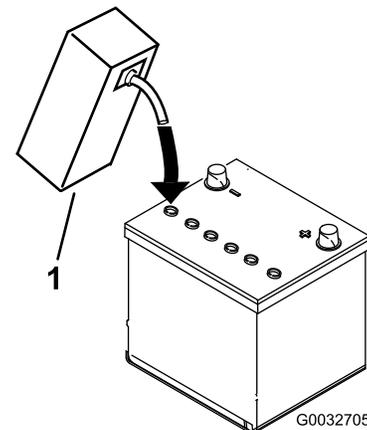

Figura 7
3. Llene cuidadosamente cada celda con electrolito hasta que las placas estén cubiertas de 6 mm aproximadamente de fluido (Figura 7).
- Espera aproximadamente 20–30 minutos para que el electrolito penetre en las placas. Rellene según sea necesario para que el electrolito llegue a una distancia de 6 mm aproximadamente del fondo del hueco de llenado (Figura 7).